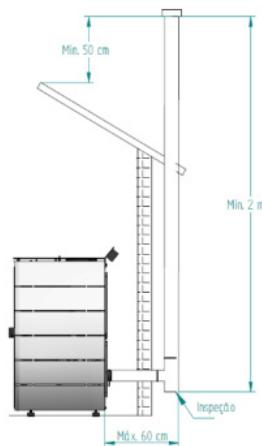
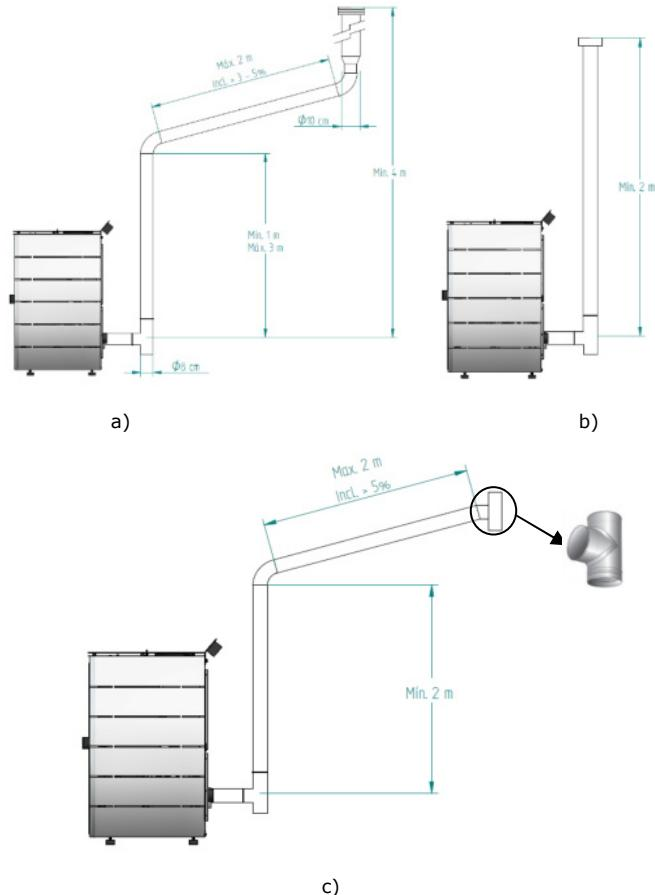

Figura 5 - Vista lateral da instalação sem chaminé, com exemplo do ponto de inspeção
Figura 6 - Exemplos de instalações tipo
- Conforme indicado na Figura 6, a conduta de exaustão deve ser realizada de modo a que a limpeza e a manutenção sejam asseguradas pela inserção dos pontos de inspeção.
A instalação da salamandra de pellets quando não existe chaminé deve ocorrer, como na Figura 5, trazendo o tubo de escape de fumo (com diâmetro interno mínimo de 80 mm) diretamente para fora e acima do telhado. Devem ser usados tubos isolados de parede dupla de aço inoxidável devidamente ancorados para evitar fenómenos de condensação. Prever na base da tubagem um T para as inspeções periódicas e a manutenção anual, como exemplificado na Figura 6.
Na figura 6 estão representados os requisitos básicos para a instalação da chaminé da salamandra.